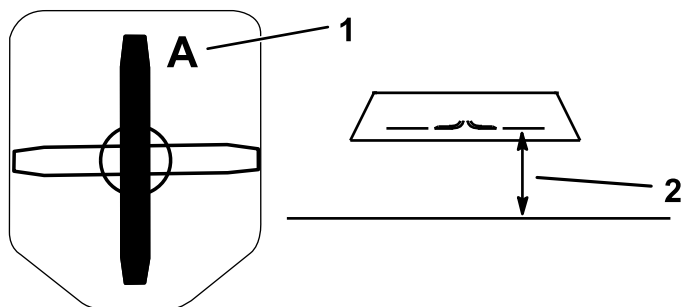

Figura 35
2. En una superficie nivelada, mida la distancia al filo de corte en la posición **A** de la cuchilla (Figura 35).